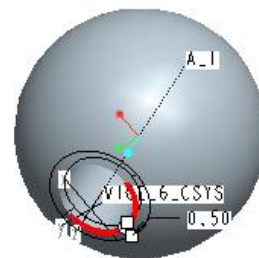

図 6-11 面取り部の指定
- 次に「面取りツール」を用い、面取りの長さを「0.5mm」にして ENTER キーを押す (図 6-11)。